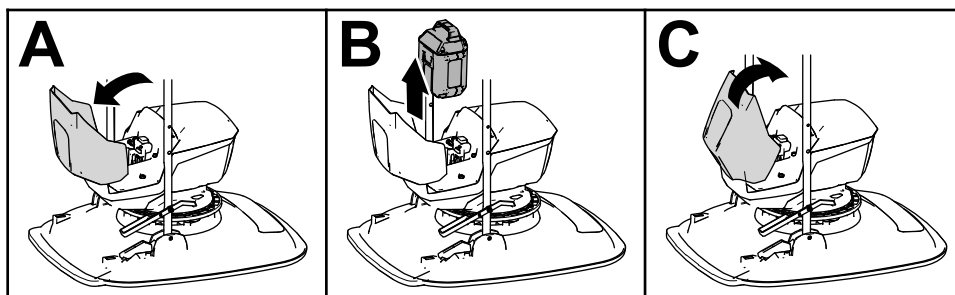

図 18
2. バッテリーコンパートメントのカバーを開く **図 18**。